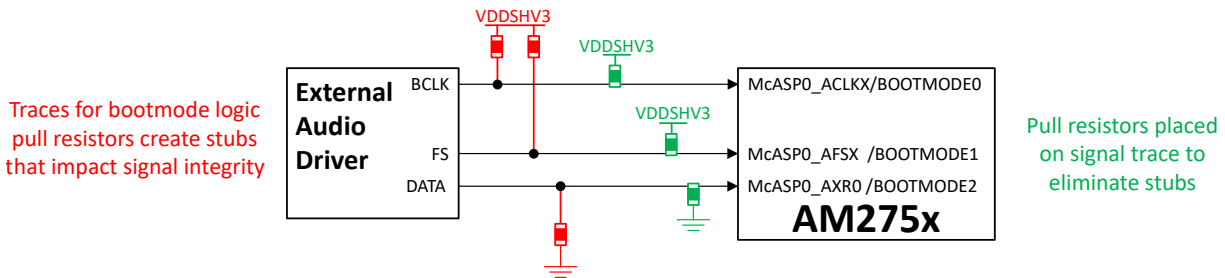

图 4-1. McASP 信号布线残桩
- 外部拉电阻器应与信号布线成一条直线放置，以使其不会产生残桩。图 4-1 展示了带有和不带布线残桩的拉电阻器示例，在此处应为设计复制绿色实现。